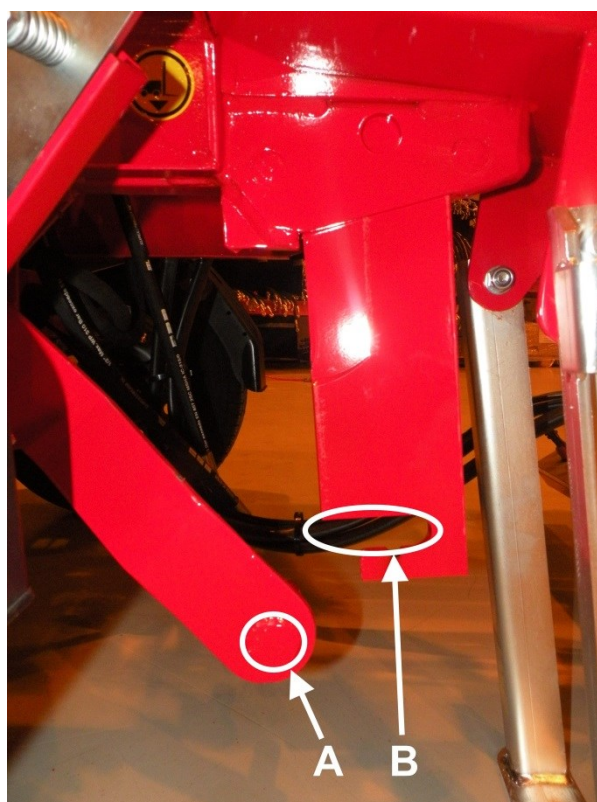

Bild 24.
4. Rengör klyvbettets underlag från ved och sänk bettet så långt ner som möjligt, vilket tillåter axeln för höjdjustering A att frigöra sig från klyvbettets spår B (bild 24).